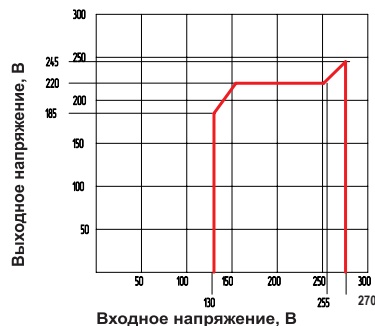

Рис. 1
3.2. Диапазон входного напряжения определяется с учетом зависимости выходного напряжения от входного (Рис. 1) в соответствии с требованиями пользователя к величине выходного напряжения.
3.5. Меры общей, пожарной и электрической безопасности для сети электропитания, оснащенной стабилизатором, следует осуществлять строго на основании требований ПУЭ, а также сведений и указаний данной инструкции по эксплуатации. Диапазон входного напряжения определяется с учетом зависимости выходного напряжения от входного (Рис. 1) в соответствии с требованиями пользователя к величине выходного напряжения.